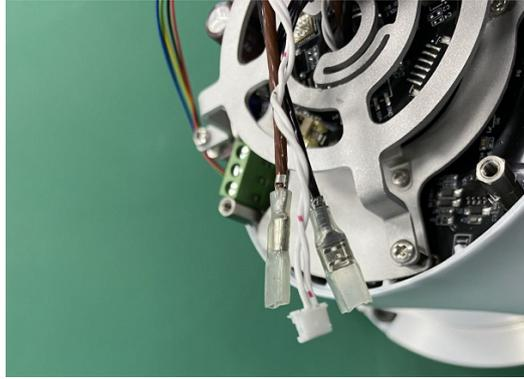

图 1-2：拔电缆连接器
6. 轻轻的拔出电缆连接器，注意不要损坏印刷电路板，如图 1-2 所示。